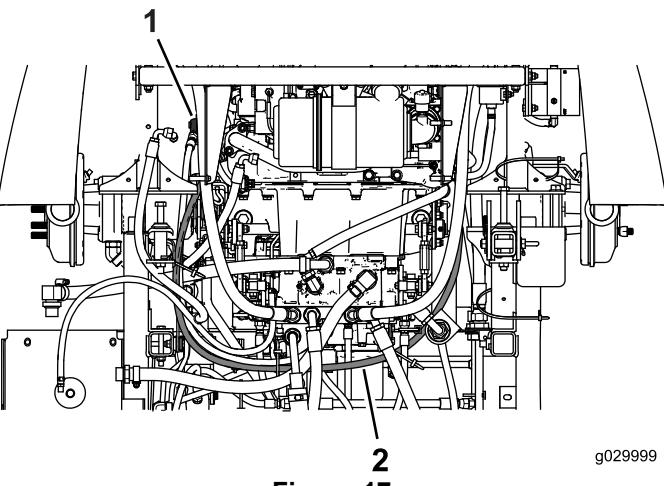

Figura 17
- Encaminhe o tubo hidráulico comprido como se mostra na Figura 17.